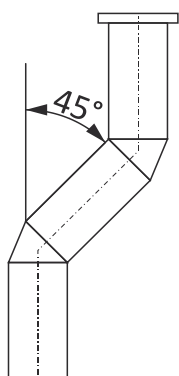

Figura 3
- A saída de fumos ideal deve ser realizada na vertical e não mudar de direcção num ângulo superior a 45º, preferencialmente 30º, relativamente à sua posição vertical, ver *figura 3*.